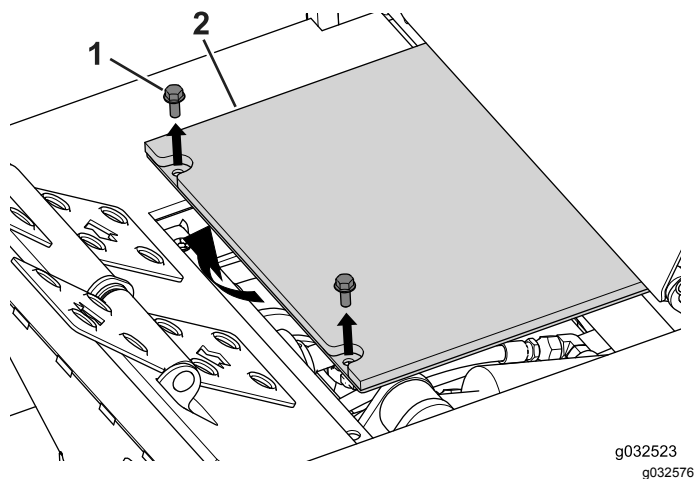

Figura 78
1. Retire los 2 pernos que sujetan la plataforma del operador a la máquina para tener acceso a la conexión de la TDF (Figura 78).
5. Utilice los 2 pernos (5/16" x 3/4") que retiró anteriormente para sujetar la plataforma del operador al bastidor de invierno (Figura 78).